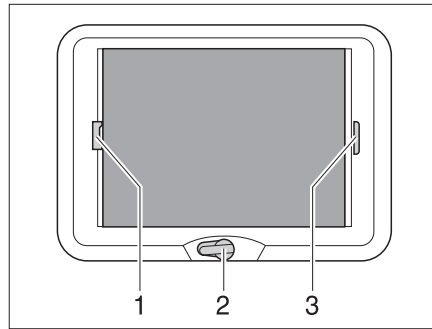

Fig. 54 Claraboya de manivela
- Girar la manivela (Fig. 54,2) hasta que se note resistencia (ángulo de apertura máx. 70°).
- Tirar del asidero (Fig. 54,3) del estor plegable y soltarlo en la posición deseada. El estor plegable se queda fijo en esta posición.
- Tirar del asidero (Fig. 54,1) de la protección contra insectos hacia el asidero opuesto del estor plegable (Fig. 54,3) y hacerlos engatillar.
- Presionar el tirador de la protección contra insectos (Fig. 54,1) por la parte de atrás hacia arriba y desengancharla del estor plegable (Fig. 54,3).